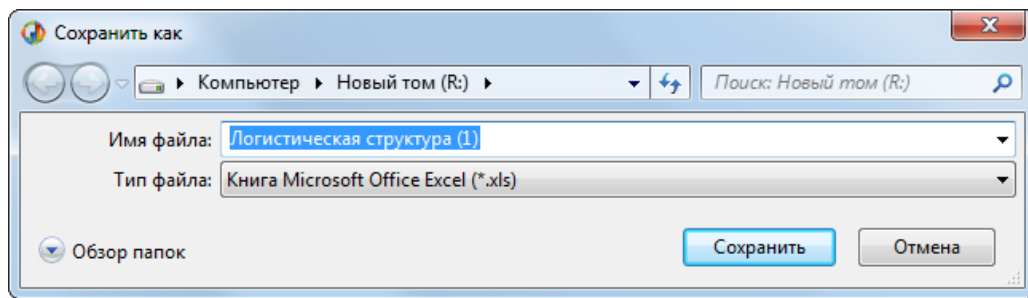

Рис. 10-80 – Стандартное окно «Сохранить как»
3) В стандартном окне «Сохранить как» указать путь и имя файла для сохранения данных (рис. 10-80). По умолчанию предлагается имя файла, совпадающее с именем рабочего окна.